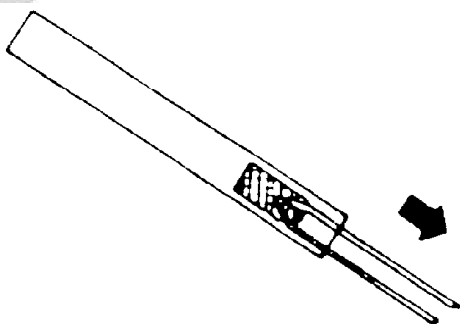

Rys. nr 15
4. Rozłożyć zbiornik na dwie części (patrz rys. nr 15 i 16)